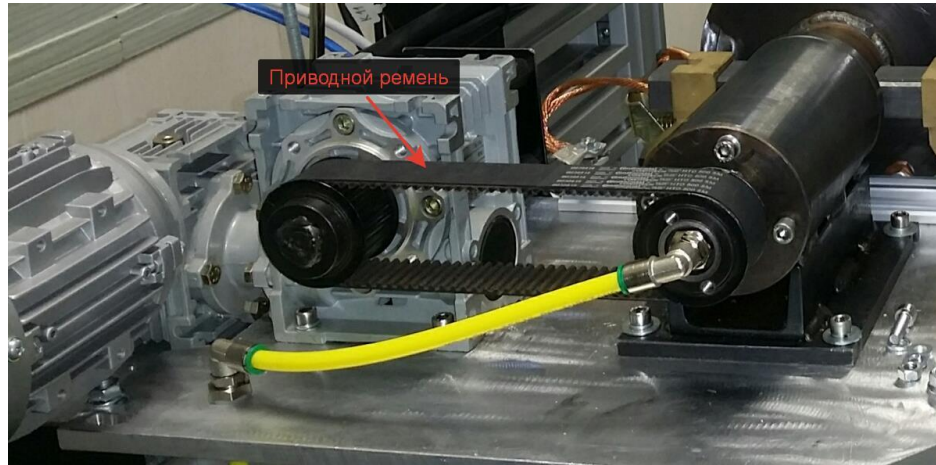

Рисунок 39 – Приводной ремень редуктора вращения патрона
- 4.5.1 Проверка приводного ремня редуктора вращения патрона (см. рисунок 39) производится не реже одного раза в год.